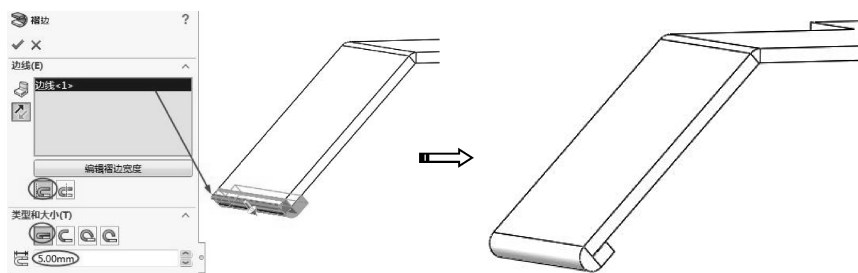

图 6-52 创建褶边
- 07 创建褶边。单击【钣金】选项卡中的【褶边】按钮，弹出【褶边】属性面板，选择边线，即可预览出褶边的形状，若有必要，单击【反向】按钮，在【类型和大小】选项区中选择【闭合】方式（打死边），并输入褶边的长度为 5mm，完成褶边的创建，如图 6-52 所示。